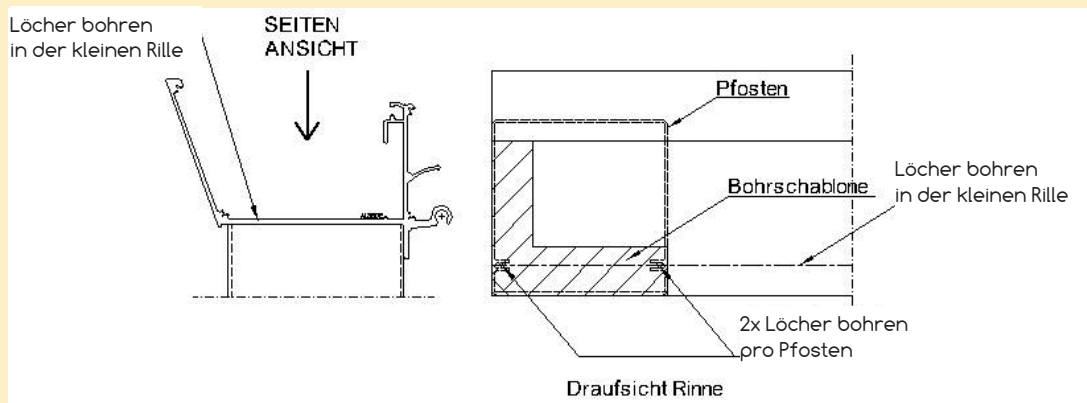

Abb. 7
- 1.9 Nehmen Sie die Bohrschablone und legen Sie diese in der Rinne außen an und bohren Sie die Löcher an beiden Seiten mit einem 4 mm Metallbohrer vor, um später die Rinne mit dem Pfosten zu verbinden. Abb.: 7